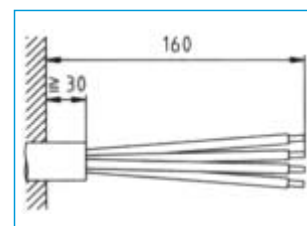

Fig. 14
- ▶ Cortar al largo apropiado y desaislar el cable eléctrico tal como se muestra en la fig. 14.
- Si la instalación es empotrada, los cables de alimentación deberán asomar, como mínimo, 30 cm fuera de la pared (fig. 14).